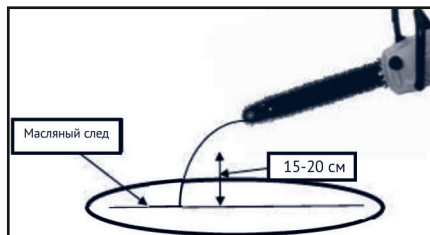

Рис.8
- Наличие и уровень масла в масляном баке. При необходимости долить (Рис.8).